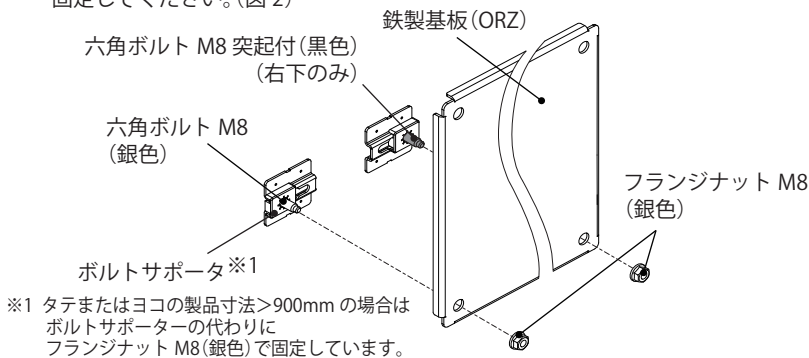

図 1
- 鉄製基板をセットし、フランジナット M8 (銀色) で固定してください。(図 1)